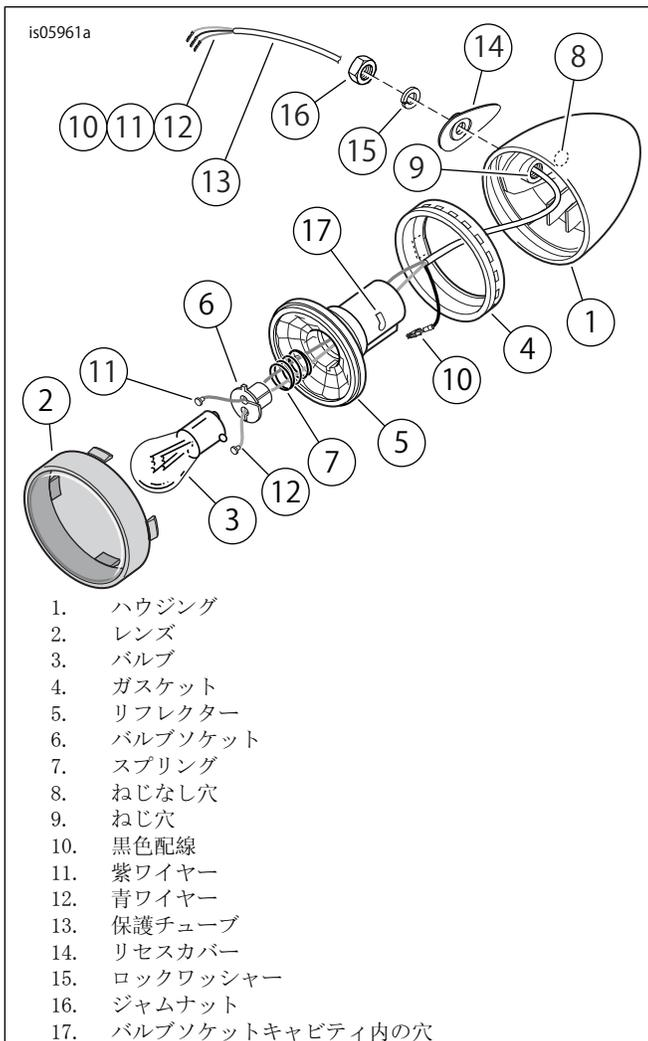

図1. ストップ/テール/ターンシグナルランプ(右側を表示)
1. 「図1」を参照してください。小型のドライバーをSTTランプ1つのレンズ(2)底部のスロットに挿入し、ひねってハウジング(1)からレンズを外します。バルブ(3)を押し込み、反時計方向に回転させて取り外します。後の取り付けで使用するため、レンズとバルブは保管します。